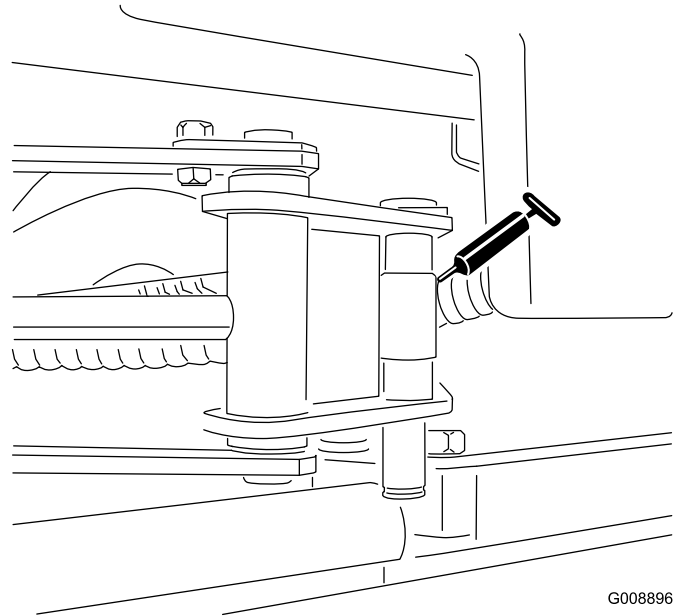

Figura 38
- Extremos de los cilindros del SideWinder (2) (Figura 38)